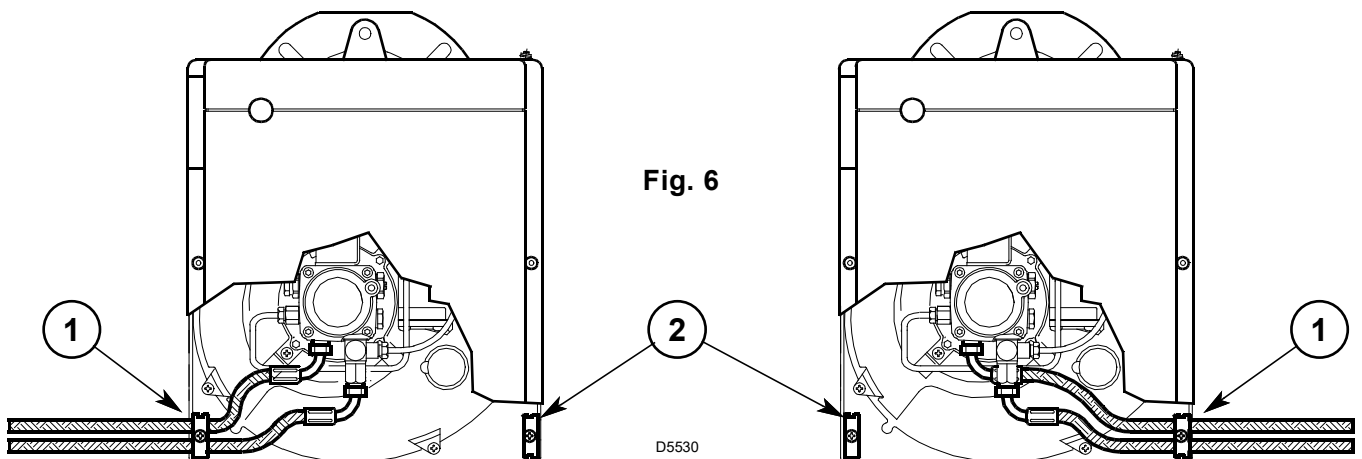

Fig. 6
El quemador está preparado para que los tubos de alimentación del gasóleo se conecten por ambos lados. Dependiendo de si la salida de los tubos se produce a la derecha o a la izquierda del quemador se deberán invertir tanto la placa de fijación (1) como la escuadra de cierre (2), (véase Fig. 6).